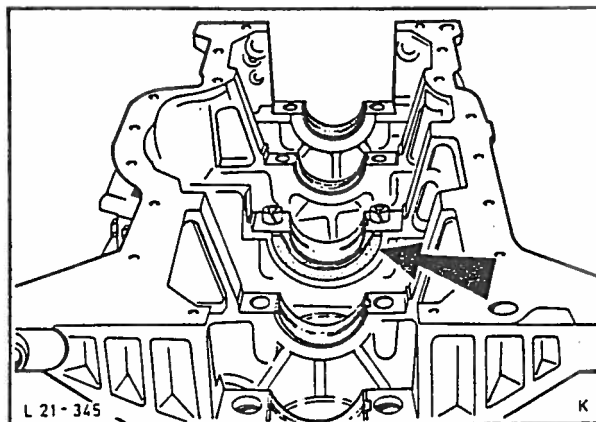

Fig. 59 Sett inn bærelagerskåler og trøsteskiver i motorblokken.
30. Monter bærelagerskålene tørre (inkludert oljespor og borer) i motorblokken. Sett inn begge trøsteskivene ved det midtre lageret (med bronsesiden og oljeutsparingene utover), fig. 59. Påfør olje på lagerskålene og legg forsiktig veivakselen på plass.